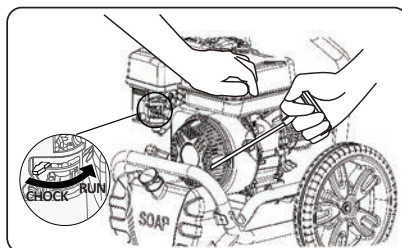

FIG 9
- ▶ En tenant la machine avec la main, tirez lentement sur la poignée de rappel (cordon du lanceur) jusqu'à ce que vous sentiez une résistance, puis tirez rapidement avec force (Fig 9)